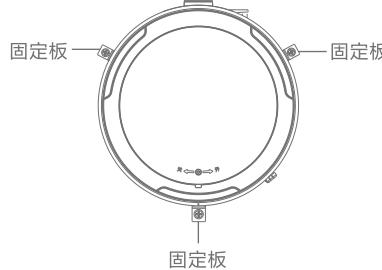

图4
4. 将热水器放置于选定位置上，120° 方向选定三个固定板位置（如图4）。